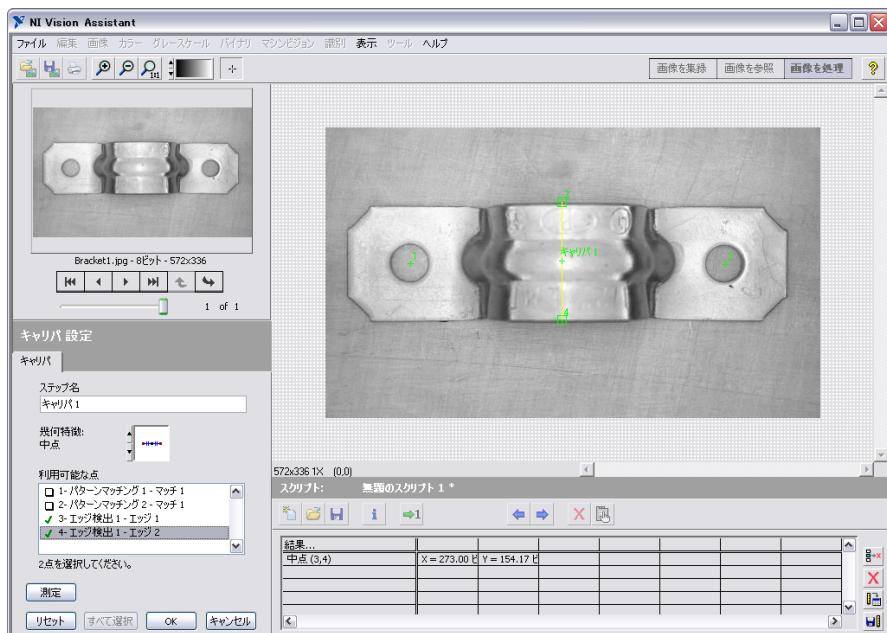

図 4-6. キャリパ関数で幅の中心を検出する
4. **測定**をクリックすると、プラケットの幅の中心が計算され、中点の測定値が結果表に追加されます（図 4-6）。